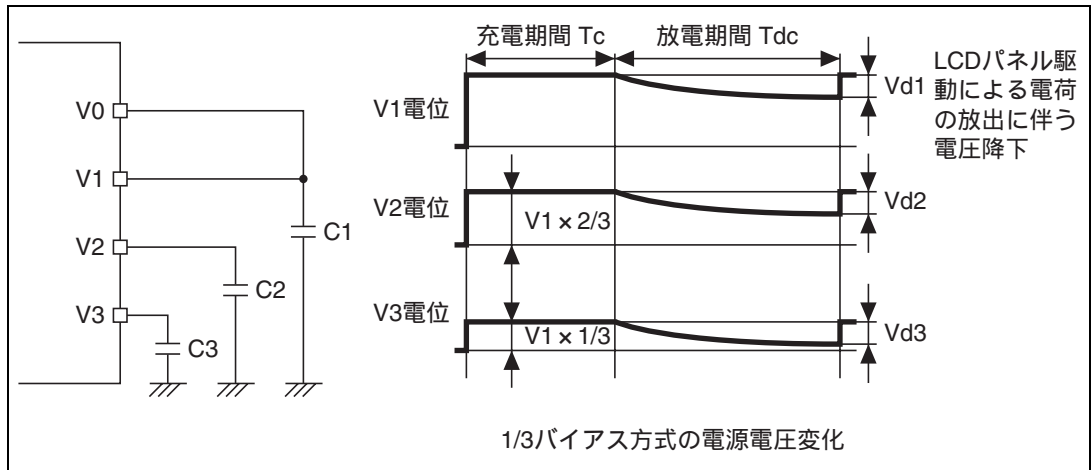

図 13.14 低消費電力 LCD 駆動方式動作例
- (1) 図13.14に示すように、LCD電源端子のV1、V2、V3にコンデンサを外付回路として接続します。
- (2) V1、V2、V3に接続されたコンデンサは図13.14に示すような周期で充電と放電を繰り返し、電位を保持します。
- (3) このとき、充電される電位はV1、V2、V3各々の端子に相当する電位です。
- (1) 図中の充電期間 T_c の間、V1、V2、V3端子には図13.14に示すような電位 (V2はV1の3分の2、V3はV1の3分の1の電位) が内蔵分割抵抗により分圧され、外付コンデンサのC1、C2、C3を充電します。この期間もLCDパネルは駆動されています。
- (2) 次の放電期間 T_{dc} には、充電は停止し、各コンデンサに充電された電荷を放電することにより、LCDパネルを駆動します。
- (3) このとき、放電により若干の電圧降下が生じますが、充電期間とコンデンサの容量に適切な値を選択し、LCDパネルの駆動に影響がないようにしなければなりません。
- (4) このようにしてV1、V2、V3に接続されたコンデンサは図13.14に示すような周期で充電と放電を繰り返し、電位を保持しながらLCDパネルを駆動続けます。
- (5) 以上から分かるように、コンデンサの容量の値と充放電期間は、使用するLCDパネルの消費電流の値によって決まります。また充放電期間はCDS3~0により選択することができます。
- (6) 実際のコンデンサの容量と充放電期間は、LCDパネルの消費電流の要求に合わせて実験的に決める必要がありますが、内部分割抵抗に常時直流電流が流れる場合に比べ、最適な電流値を選択することができます。